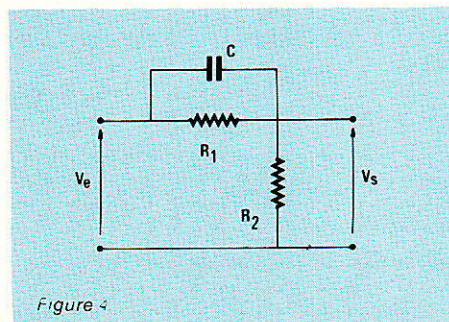

Figure 4
En électronique, on utilise souvent des réseaux différenciateurs de type RC. Comme nous allons le voir, il suffit de les modifier légèrement pour obtenir une réponse de la forme (1) : la nouvelle structure du quadripôle passif, apparaît en **figure 4**. Physiquement, on voit que le réseau se compose d'une branche aperiodyque (diviseur résistif $R_1 R_2$), et d'une branche différenciatrice CR_2 , dont l'action se fait sentir principalement aux fréquences élevées.
La relation (3) a bien la forme de la relation (1) cherchée, donc le quadripôle de la figure 4 assure le contrôle proportionnel et dérivé voulu.
Le réseau passif de la figure 4 présente deux défauts : d'une part, il introduit une atténuation aux fréquences basses, puisque le gain statique ρ reste inférieur à l'unité ; d'autre part, la phase maximale φ_m n'atteint pas 90° .